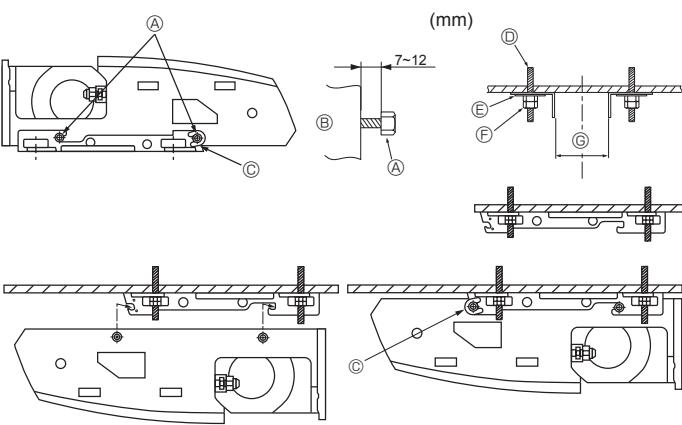

Fig. 3-6
2) Montere opphangsbraketten først i taket (Fig. 3-6)